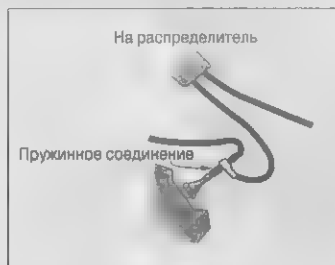

Рис. 12.46. Использование пружинного соединителя для подключения к свече № 1
- Можно использовать небольшую металлическую дужку или клемму, которая подходит для клеммы свечи, оставив зазор между колпачком и свечой, к которой будет подключаться третья клемма стробоскопа (см. рис. 12.46).